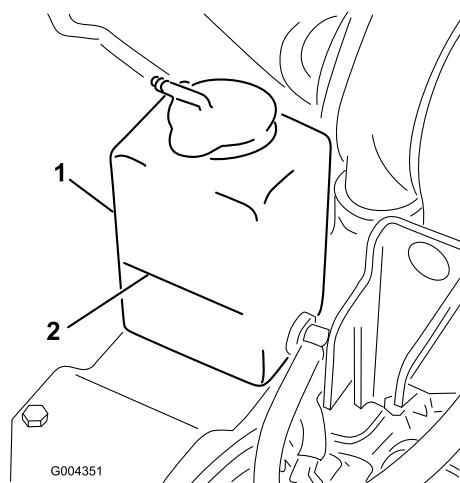

Figure 19
1. Vérifiez le niveau du liquide de refroidissement dans le vase d'expansion (Figure 19).